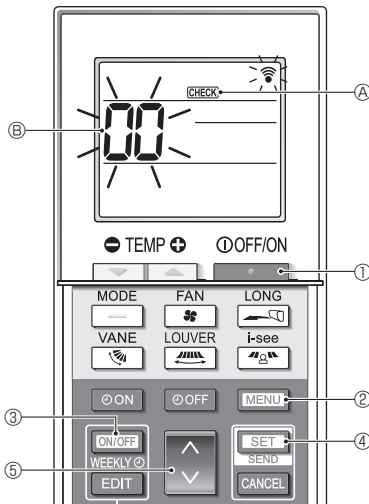

Fig. 7-6
■ Kendi kendine denetim (Fig. 7-6)
- Klimayı durdurmak için [OFF/ON] düğmesine ① basın.
- Haftalık zamanlayıcı etkinleştirilmişse ([WEEKLY] açık), devre dışı bırakmak ([WEEKLY] kapalı) için [ON/OFF WEEKLY] düğmesine ③ basın.
- 5 saniye boyunca [MENU] düğmesine ② basın.
- Ekranda [CHECK] ④ görünür ve ünite kendi kendine denetim moduna girer.
- Kendi kendine denetim işlemini yapmak istediğiniz iç ünitenin soğutucu adresini (M-NET adresi) ⑤ seçmek için [] düğmesine ⑤ basın.
- [SET] düğmesine ④ basın.
- [OFF/ON] düğmesine ① basın.
- [CHECK] ④ ve soğutucu adresi (M-NET adresi) ⑤ kaybolur ve kendi kendine denetim tamamlanır.